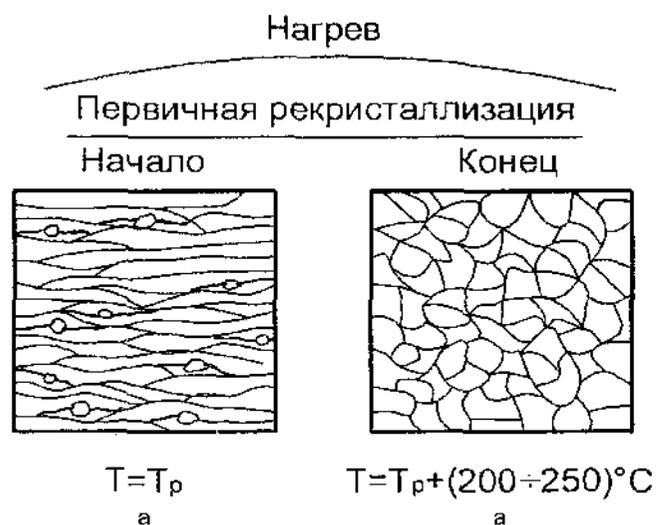

Рисунок 6.4 - Структура холоднодеформированного металла после начала (а) и конца первичной рекристаллизации (б) (рекристаллизационного отжига)
**Первичная рекристаллизация.** Если холоднодеформированный металл нагреть до  $T=T_p$ , в нем начинается процесс, называемый началом первичной рекристаллизации. При этой температуре по границам деформированных зерен идет интенсивное зарождение новых, мелких, недеформированных зерен. При нагреве до температуры выше  $T_p$  на 200-250 °С новые зерна вырастают до соприкосновения друг с другом, а старые, вытянутые, деформированные зерна исчезают (рисунок 6.4).